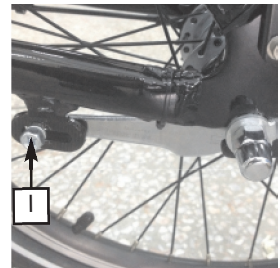

Abb. 18
1. Am Schaltdrehgriff (3) den ersten Gang einlegen.
2. Schraube des Bremsgegenhalters ([I], Abb. 18) lösen.